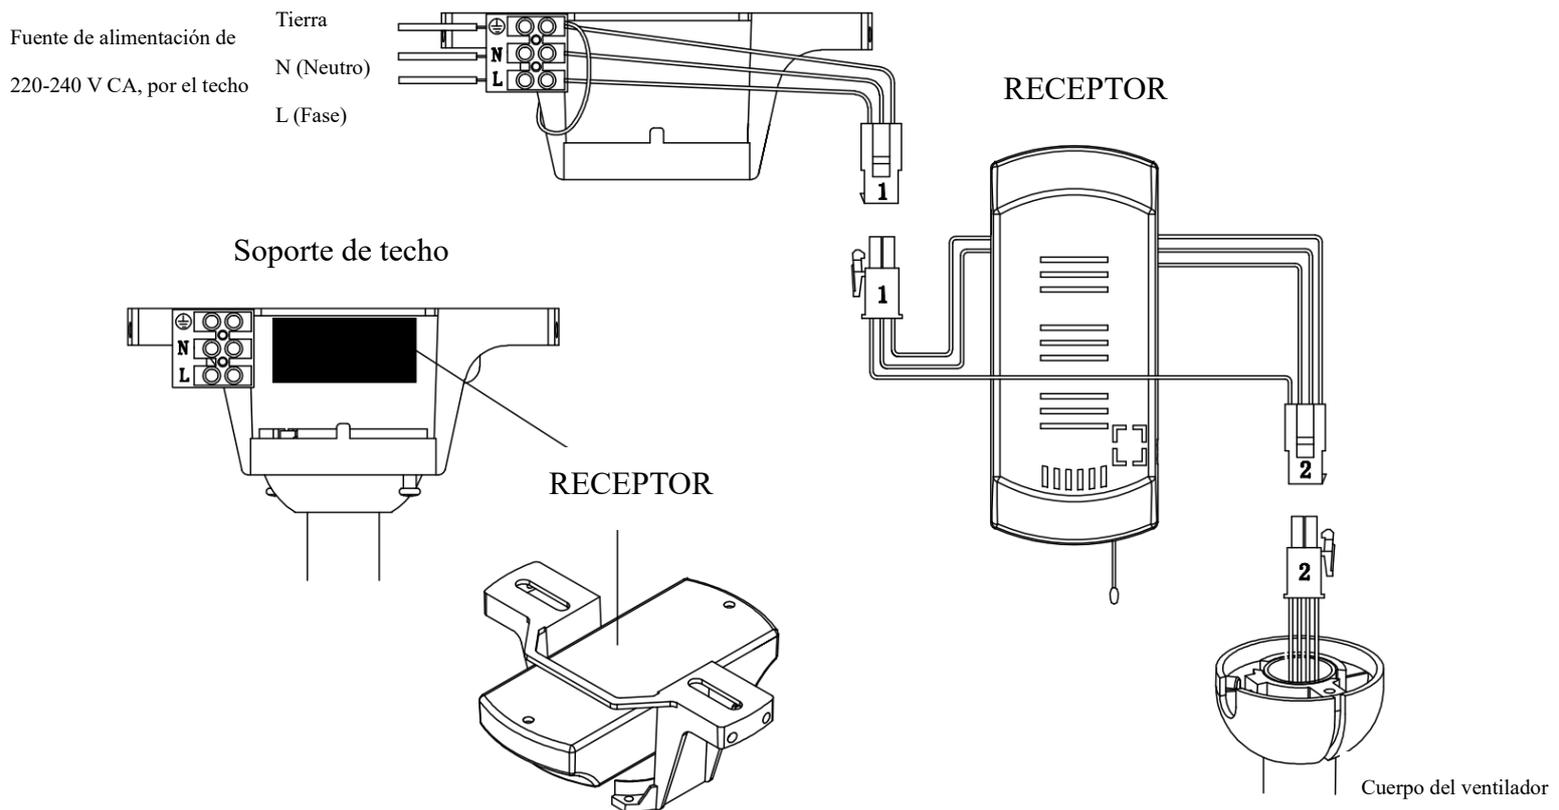

Fig. 8
Del suministro de corriente a la clema del soporte de techo: (Fig. 8)
Del soporte de montaje al receptor y el motor: (Fig. 8)
- Inserte con cuidado el receptor de la señal remota por encima de la junta esférica e introdúzcalo en el espacio restante dentro del soporte de techo. Procure no dañar o aflojar los cables. (Fig. 8).